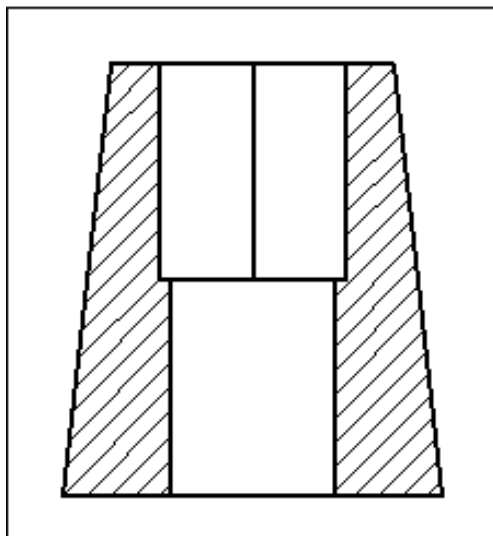

Рис. 42
**Заменяем пространственное представление профильного разреза на плоское (рис.42).**